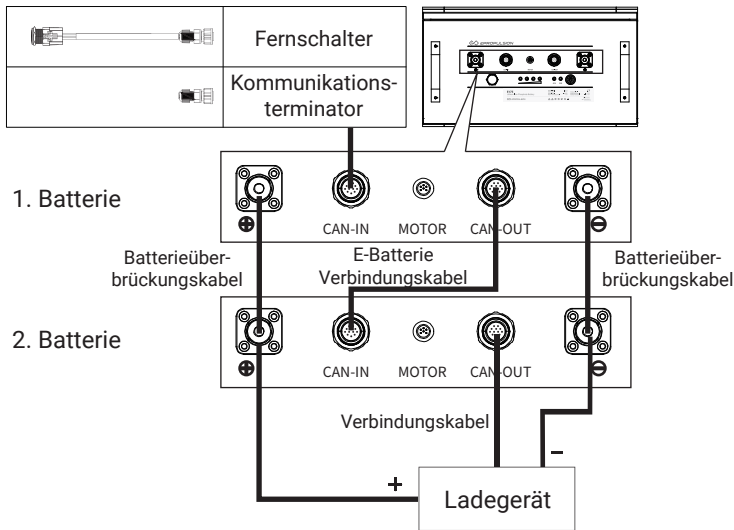

Abbildung 2-7
-  Zum Aufladen von parallelgeschalteten Batterien sollte das Ladegerät an eine Batterie angeschlossen werden, deren CAN-OUT-Anschluss nicht mit dem E-Batterie-Verbindungskabel verbunden ist (siehe die 2. Batterie in Abbildung 2-7).